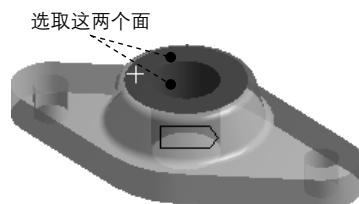

图 7.6.42 定义目标面
(2) 定义目标面。单击以激活 **Target** 后的文本框，选取图 7.6.42 所示的模型表面为目标面(两个面)，单击 按钮。